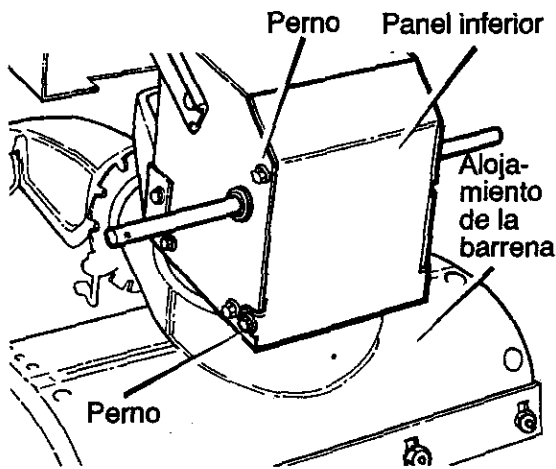

Figura 79
3. Afloje los **pernos** a cada lado del **panel inferior** (Figura 79).